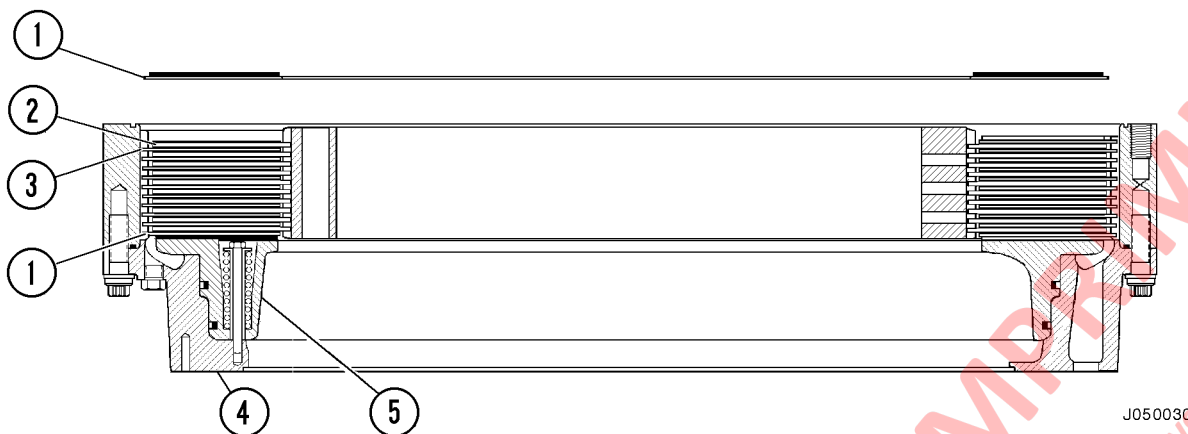

FIGURA 5-10. INSTALACIÓN DEL PAQUETE DE DISCOS
- Monte el disco amortiguador (1, Figura 5-10) en el engranaje de corona y en el engranaje interno con el material de fricción (abajo) de cara al pistón (5).
- Inserte el disco de fricción (2) arriba del amortiguador.
- Instale una placa separadora (3).